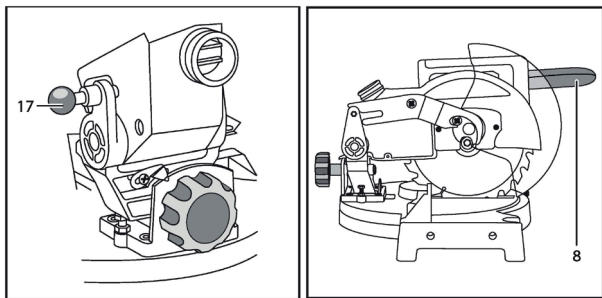

Рис. 2
2. Приведите изделие в рабочее положение, для чего приопустите головку за рукоятку (8) и извлеките стопорную шпильку (17). Придерживая рукоятку (8), дайте головке возможность под действием пружины переместиться в верхнее положение. (Рис. 2)